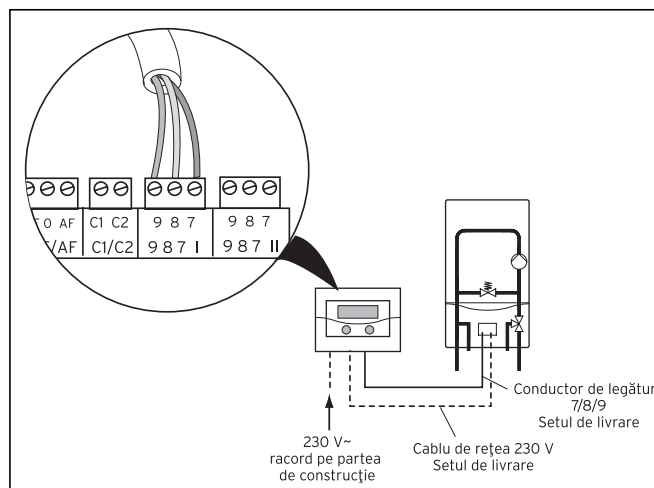

Fig. 4.1 Conectarea aparatului de încălzire
- Efectuați cablarea bornelor corespunzător schemei de conexiuni din Fig.4.1.
- Asigurați-vă că garnitura carcasei este bine fixată în partea superioară (1) și apăsați partea superioară pe carcasă.
- Fixați partea superioară a carcasei (1) cu șuruburile din setul de livrare pe partea inferioară a carcasei (2).
- Racordați cablurile de racord a aparatului de încălzire la cablurile de legătură livrate conform Fig. 4.1.